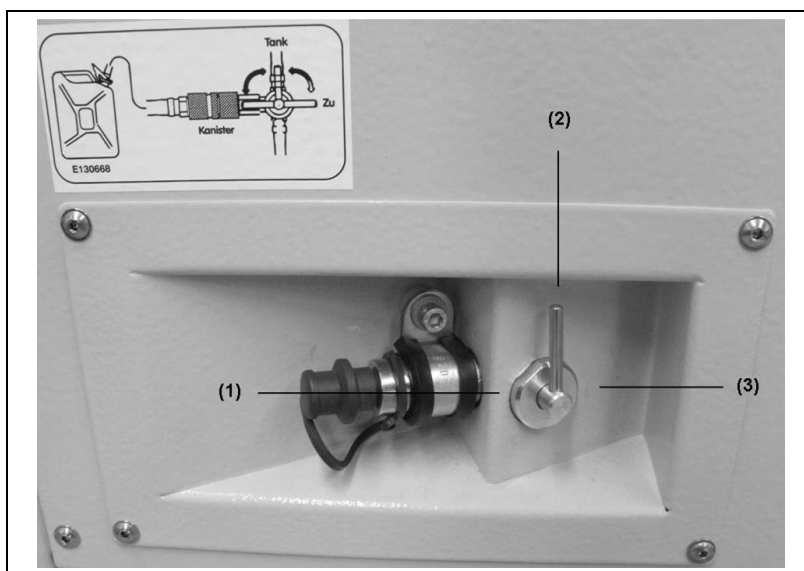

Fig. 5-12: Rubinetto del carburante a 3 vie
3. Posizionare il rubinetto del carburante su rifornimento proprio (*Fig. 5-12-(2)*).
8. Posizionare il rubinetto del carburante su "Rifornimento esterno" (*Fig. 5-12-(1)*).